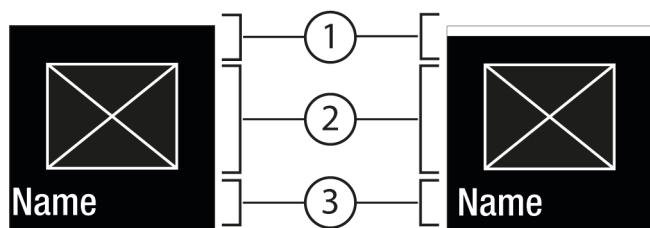
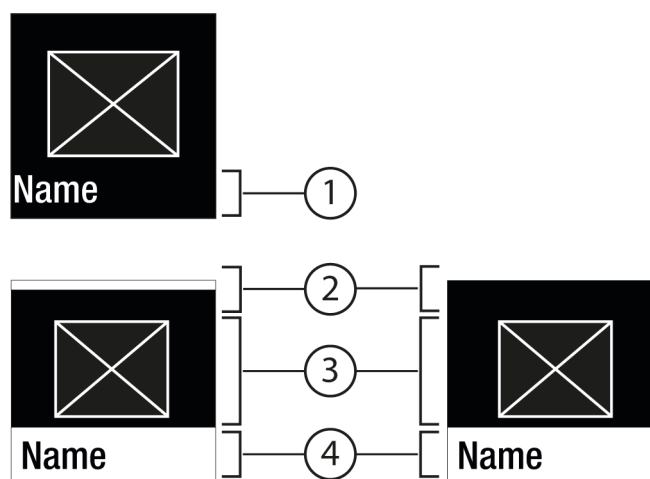

Fig. 6
Fig. 7
- Pomocí Potvrzení Fig. 5 (2) vyvolejte podmenu Fig. 7 (4).
- Nastavení nové hodnoty: Vyberte pomocí Potvrzení Fig. 5 (2) deaktivovanou hodnotu Fig. 6 (1).
- Zpět do menu: Vyberte pomocí Potvrzení Fig. 5 (2) již aktivovanou hodnotu Fig. 6 (2).
- ▷ Stav: aktivováno Fig. 6 (1) se krátce zobrazí v podmenu Fig. 7 (4).